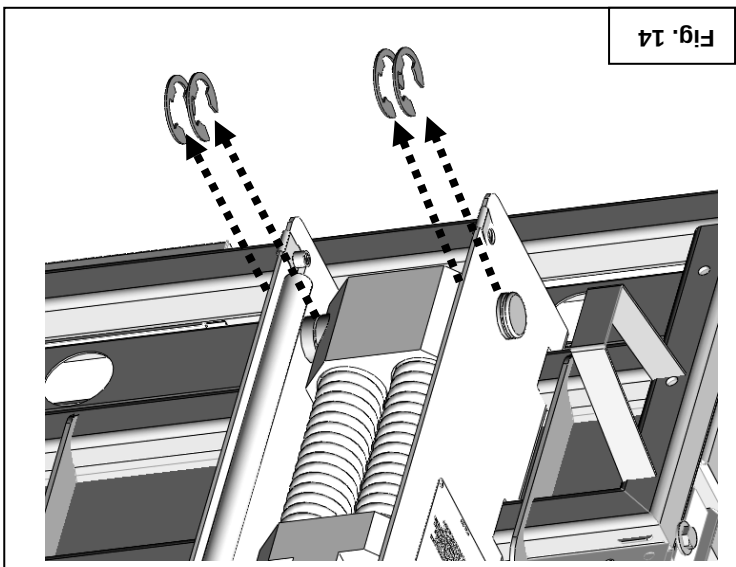

Fig. 14
16. Retirez les quatre agrafes de butée qui retiennent la tige de pivotement inférieure. Fig. 14